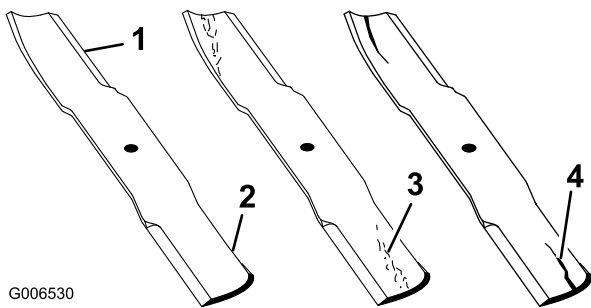

Figura 44
1. Inspeccione los filos de corte (Figura 44). Si los bordes no están afilados o tienen mellas, retire las cuchillas y afílelas; consulte Cómo afilar las cuchillas.
2. Inspeccione las cuchillas, especialmente la parte curva (Figura 44). Si observa daños, desgaste o la formación de una ranura en esta zona (elemento 3 en la Figura 44), instale inmediatamente una cuchilla nueva.